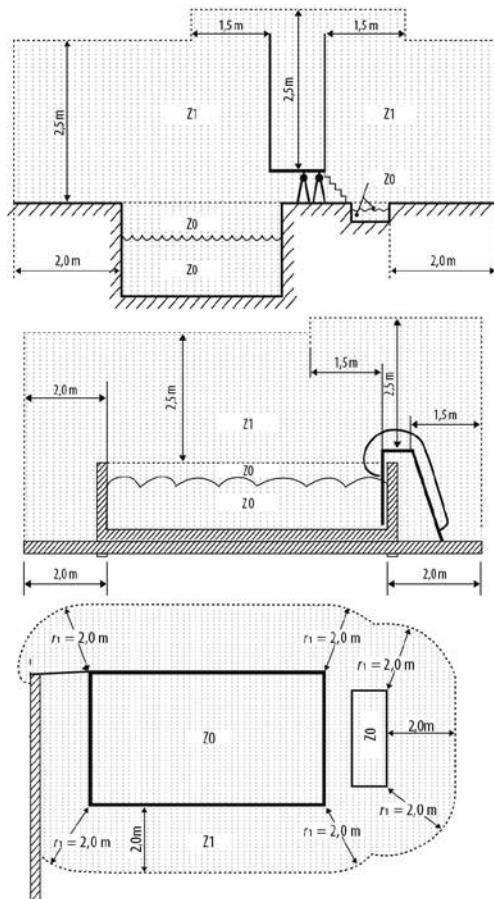

ABBILDUNG 1 - **INSTALLATIONSBEREICHE**
- Die Pumpe darf nicht in Zone 0 und Zone 1 installiert werden. Diagramme sehen Sie in Abbildung 1 – Installationsbereiche.